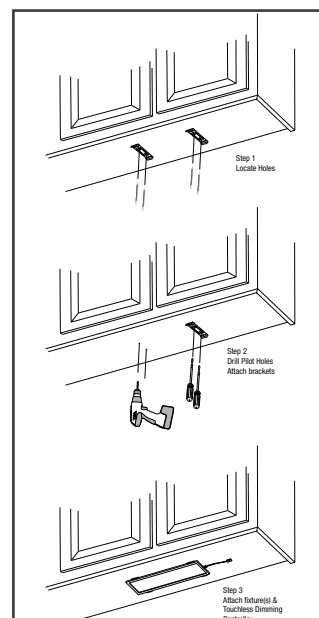

Figure 2
Step 1: Locate Mounting Holes: Place brackets on mounting surface and with a pencil mark the spot where the screws will be located. See Figure 2. Do the same for a multiple fixture installation.
Étape 1 : Déterminer l'emplacement des trous de montage : Placer les supports sur la surface de montage et, avec un crayon, marquer l'endroit où se trouvent les vis. Voir la Figure 2. Pratiquer de même pour une installation de luminaires multiples.